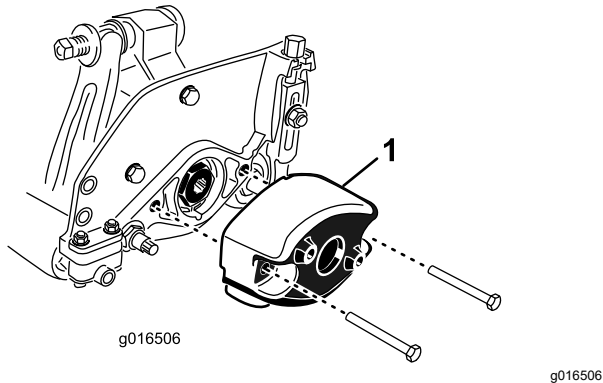

Bild 8
1. Nehmen Sie die zwei Schrauben ab, mit denen das Gegengewicht links hinten an der Schneideinheit befestigt ist. Nehmen Sie das Gegengewicht ab (Bild 8).
5. Schmieren Sie rechts hinten an der Schneideinheit etwas Öl auf den O-Ring und befestigen Sie das Gegengewicht mit den vorher entfernten Schrauben (**Bild 8**). Ziehen Sie die Schrauben auf 16-20 N·m an.